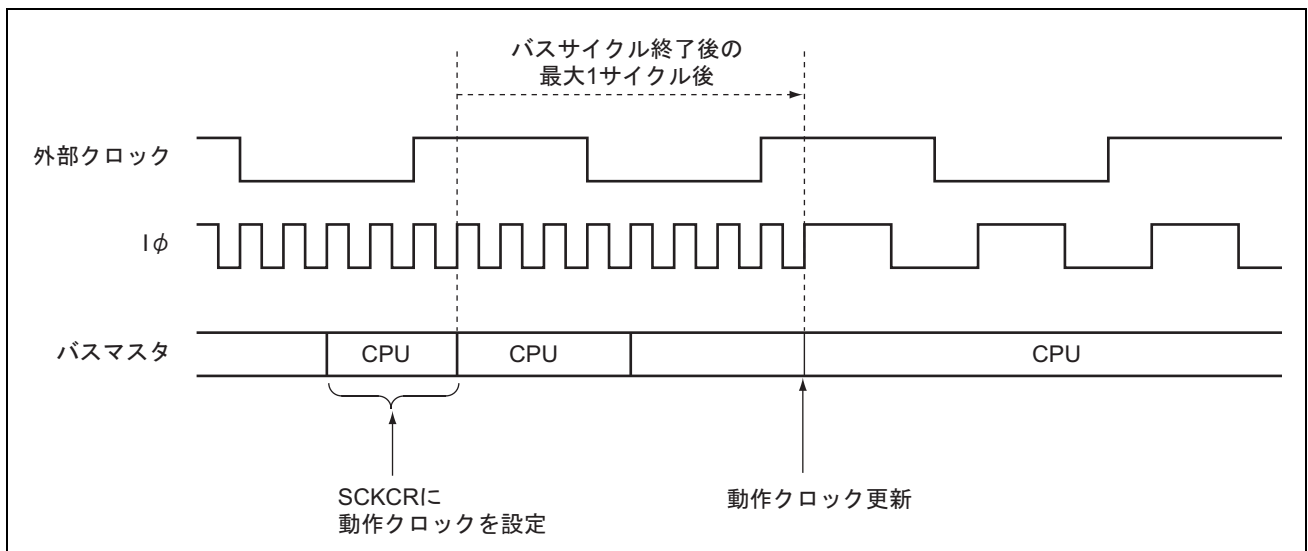

図 19.5 クロック変更タイミング
4. 図19.5にクロック変更タイミングを示します。SCKCRに値をライトした後、現在実行しているバスサイクル終了を待ちます。そのバスサイクル終了後、外部入力クロックに対して最大1サイクル後に各クロックの周波数が変更されます。